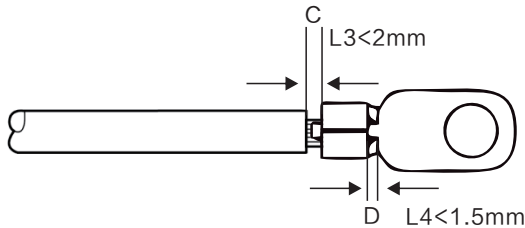

图3.16 线缆压接
- 4. 将剥开的线缆插入OT端子压接区域，然后使用液压夹将端子压接到线缆上（参见图3.16）。